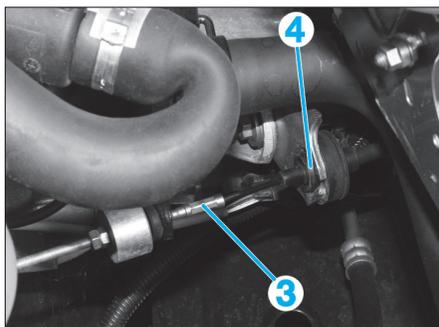

Fig. 58
- Extraire le câble (3) de commande d'embrayage de la fourchette d'embrayage (Fig.58).
- Dégager le câble de commande de l'embrayage de l'arrêt de gaine (4).